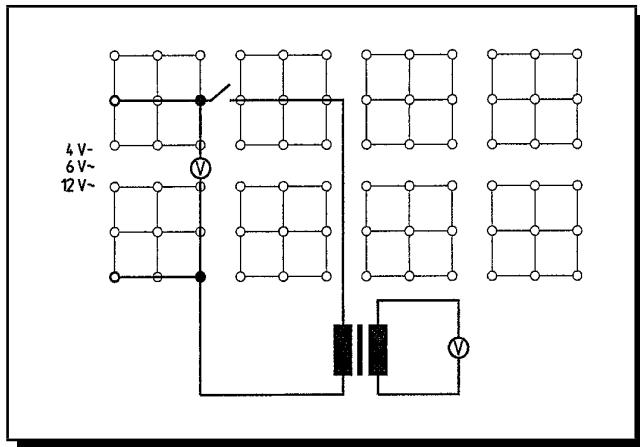

Figura 3.25: Funcionamiento del transformador
- 1 Realice el montaje como se muestra en la Figura 3.25, las bobinas primaria y secundaria deben, primero, tener el mismo número de espiras ($N_s = N_p = 400$).